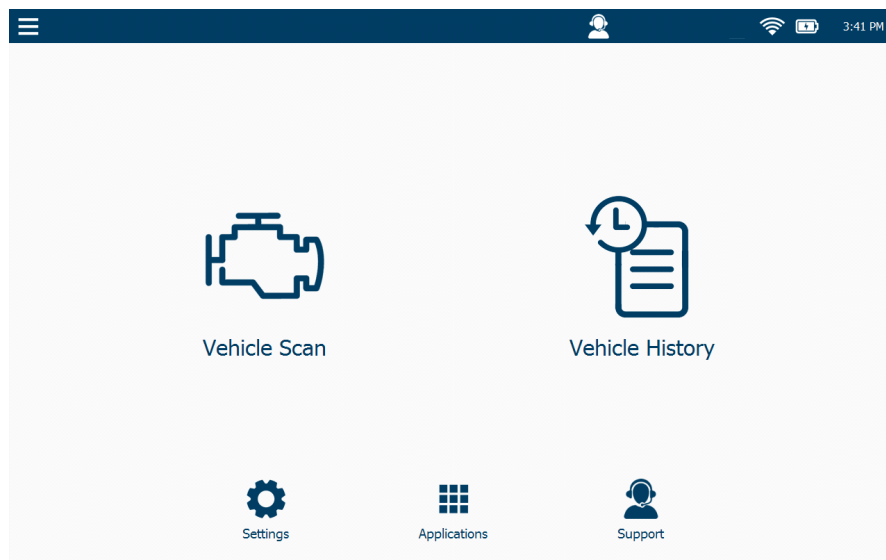

Figura 2.6 Menú Principal
- End Session: finaliza la sesión, se desconecta del vehículo y le retorna al **Menú Principal** (Figura 2.6).
Se accede al Menú de Configuración desde el Menú Principal (Figura 2.6).
Se accede al Menú de Aplicaciones desde el Menú Principal (Figura 2.6). Las selecciones de menú se muestran en el lado izquierdo de la pantalla:
Se accede al Menú de Apoyo desde el Menú Principal (Figura 2.6).